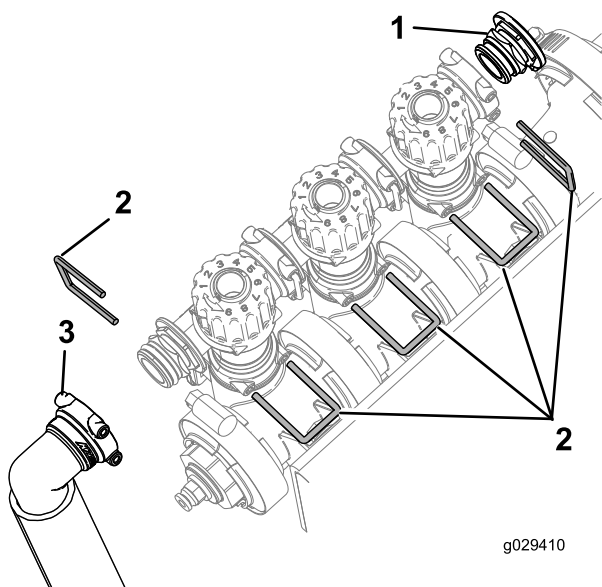

**Figure 9**
- Retirez l'étrier qui fixe l'actionneur à la valve du collecteur pour la vanne de section ou la vanne d'agitation (Figure 9).